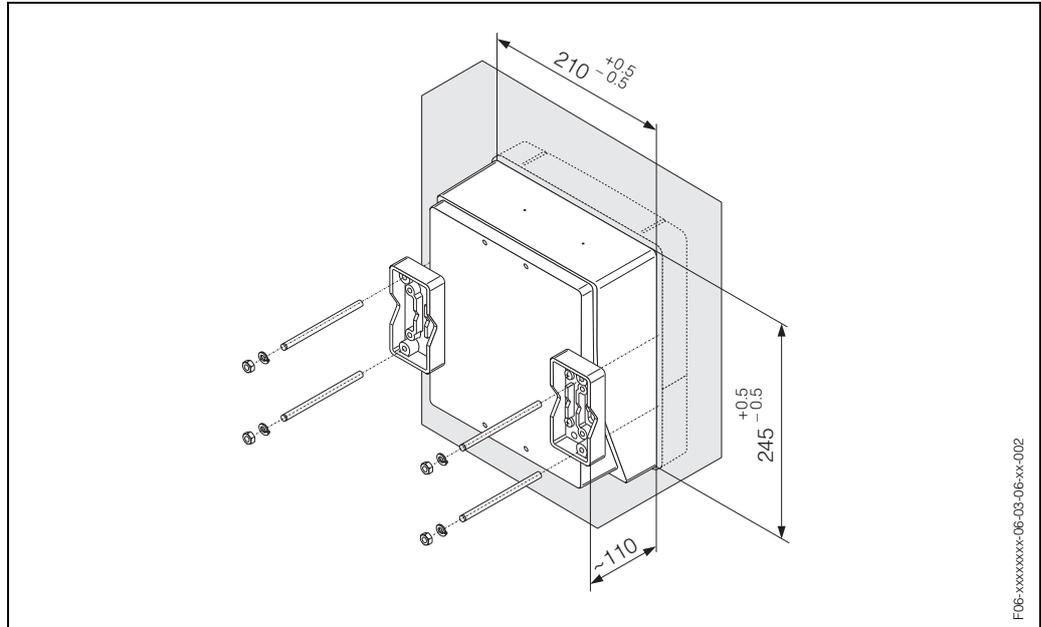

fig. 15: Montage en armoire électrique (boîtier mural)
1. Préparer l'ouverture de l'armoire électrique (fig. 15).